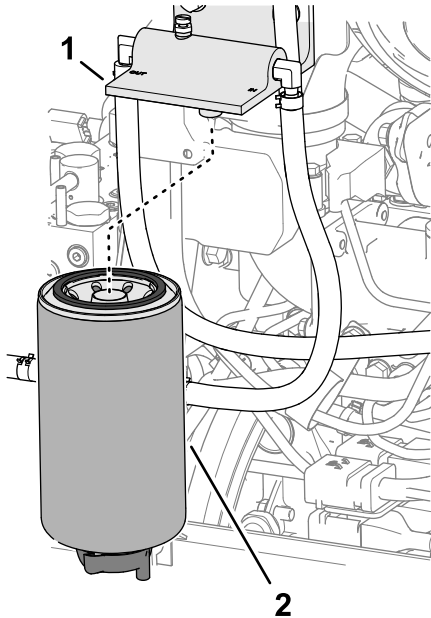

Figura 82
2. Limpe o filtro separador de combustível-água e a cabeça do filtro (Figura 82).